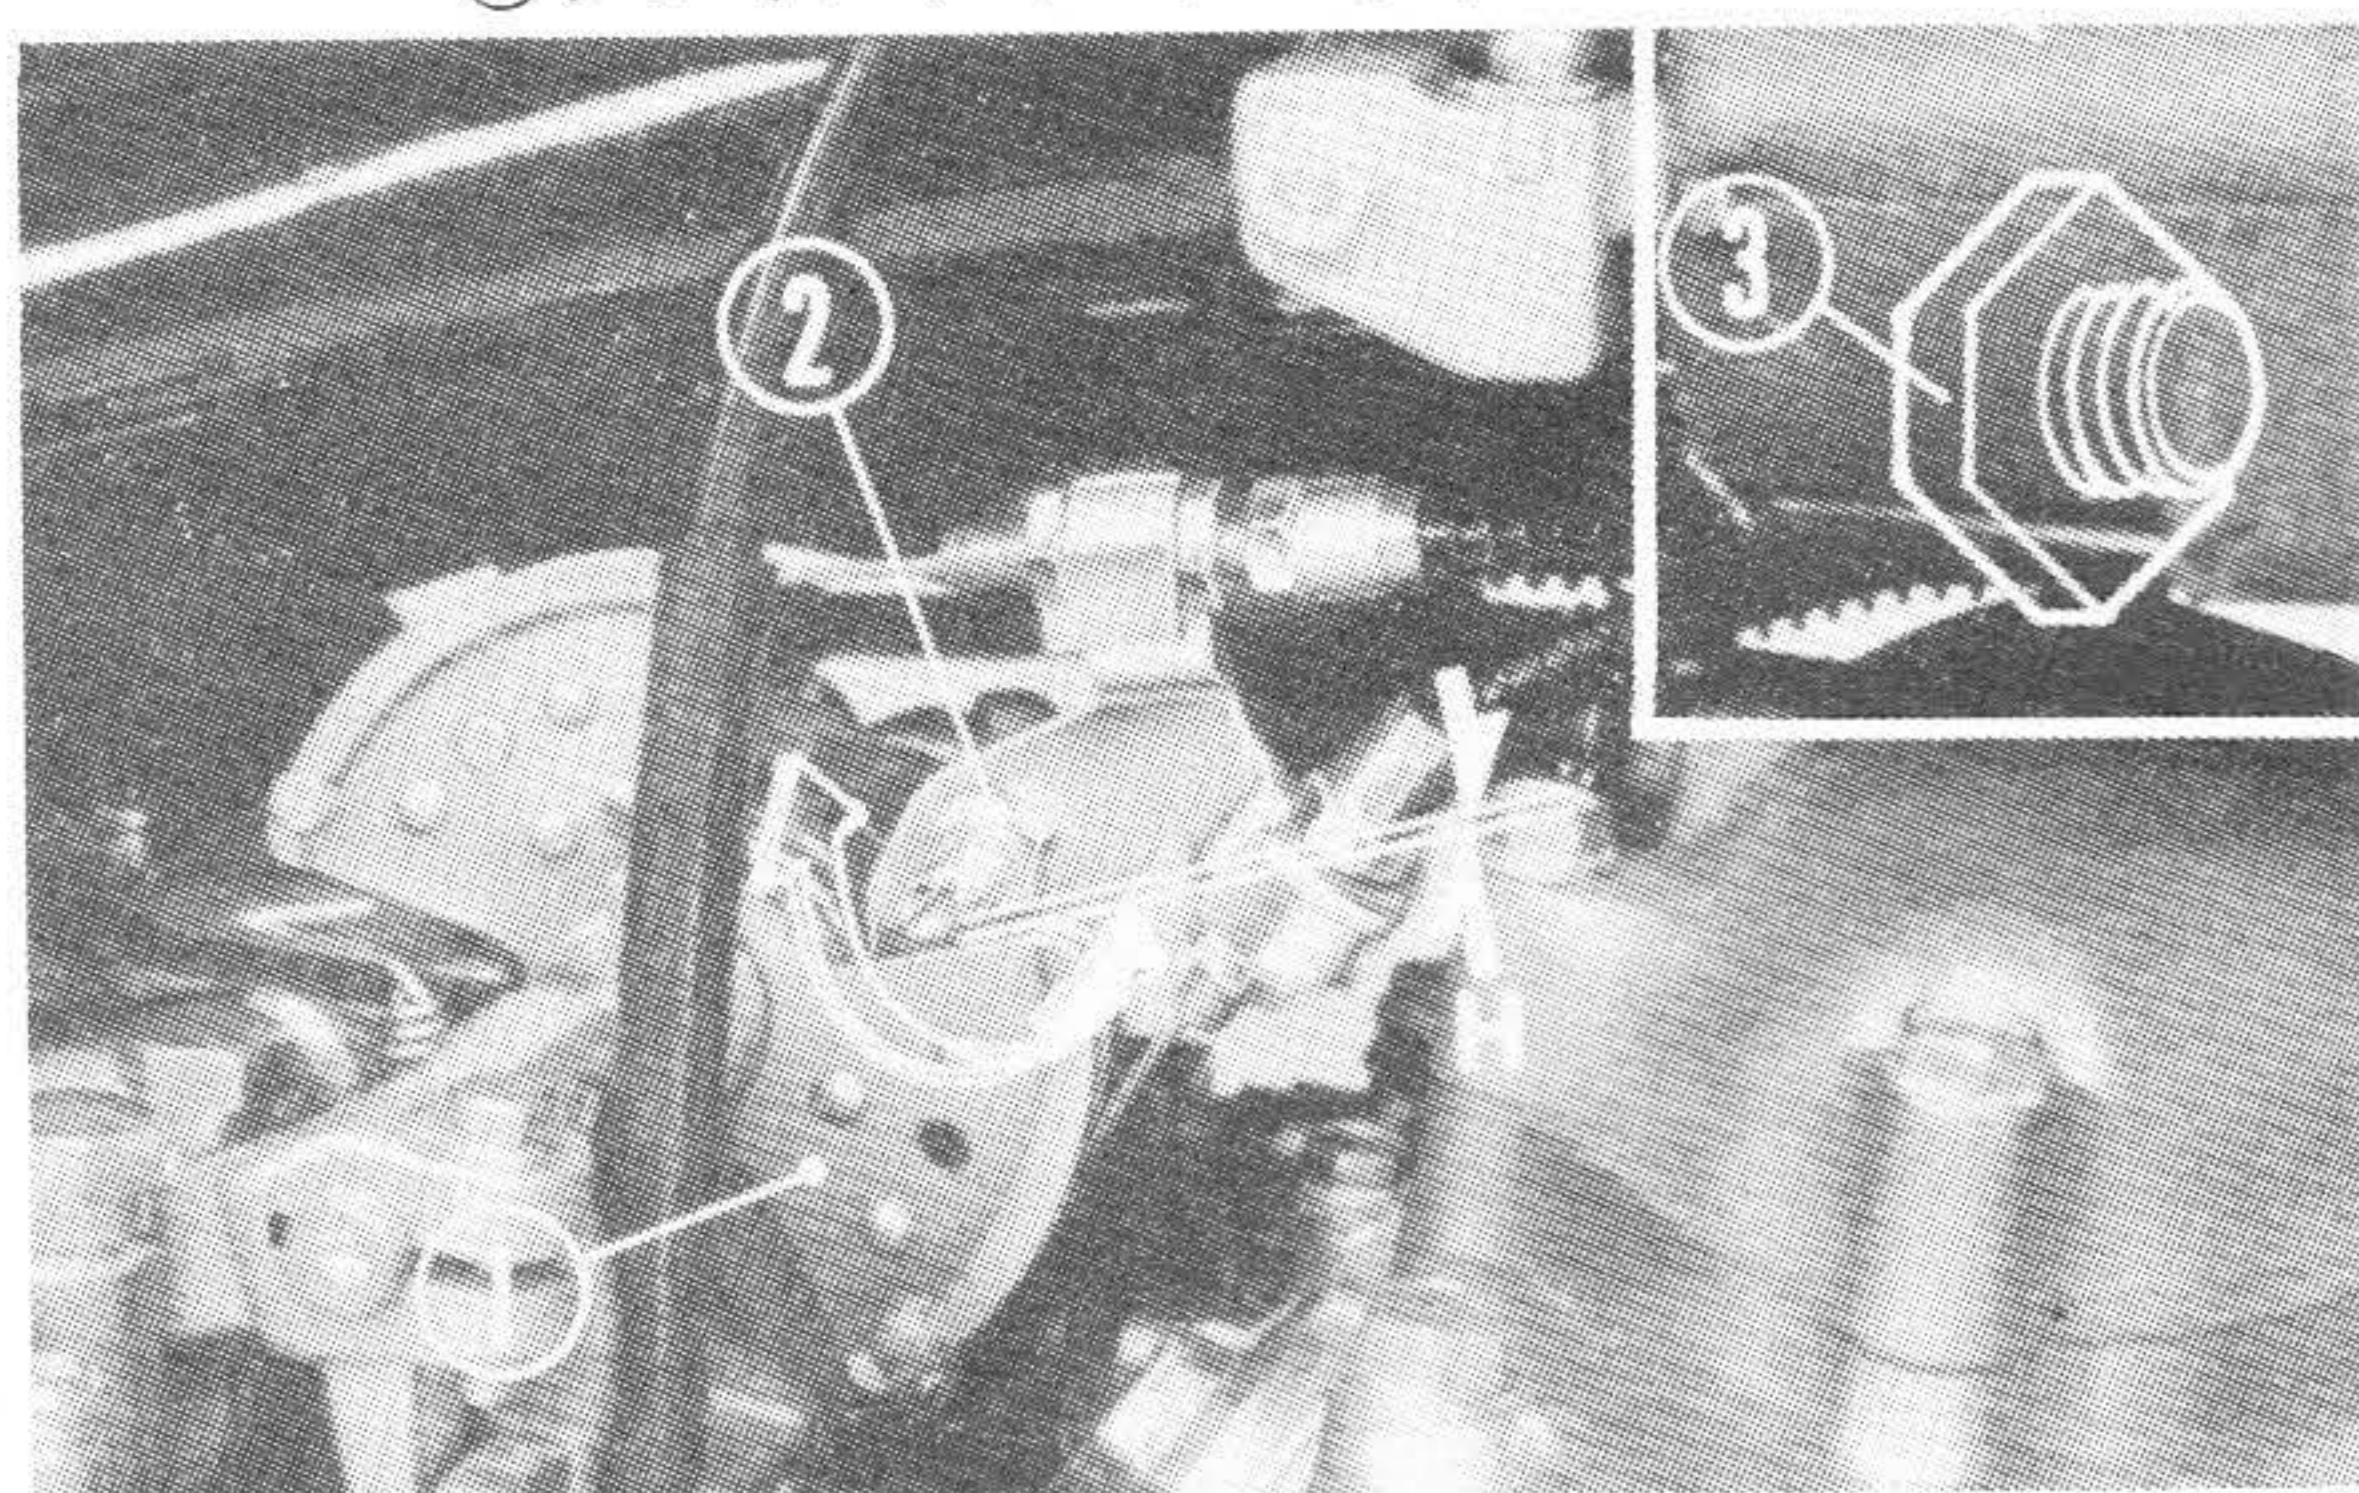

図 104 ①スロットルレバー ②リンクピン
- a. スロットルグリップを戻し、スロットルレバーとリンクピンの“H寸法”をロックナットをゆるめリンクピンで調整する。(図104 参照)。